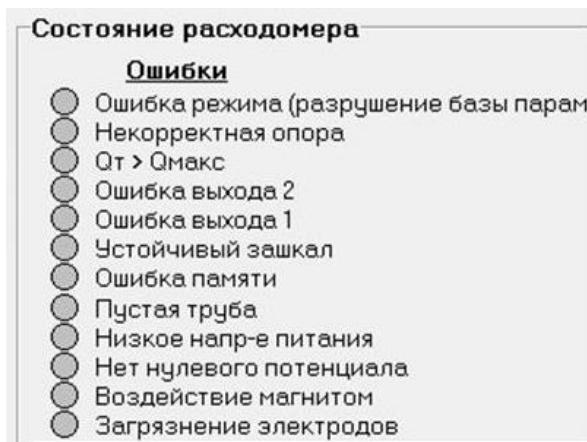

Рис.18. Вид области «Состояние расходомера».
2.9.1. Список ошибок (неисправностей) и нештатных ситуаций, диагностируемых в работе расходомера, содержится во вкладке **Измерения** в области **Состояние расходомера** (рис.18).